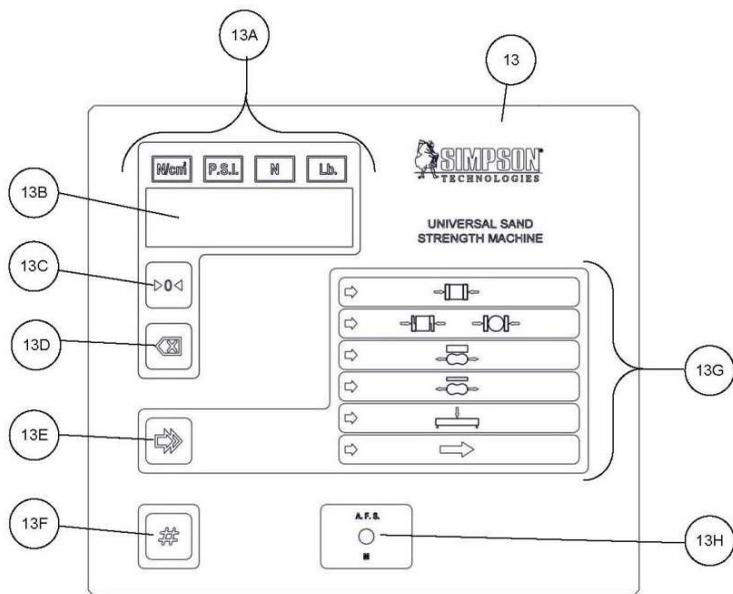

Рисунок 7.4: Электронная панель
6. Для перехода от одного реестра к другому нажмите на клавишу "ПУСК" (Рисунок 7.4, Поз. 13F) и на цифровом дисплее отразиться следующий реестр с соответствующим содержанием.
7. Если значение содержания реестра неверно, его следует скорректировать. Для этого нажмите на кнопку обнуления экрана (Рисунок 7.4, Поз. 13D) для увеличения показателя значения или на кнопку выбора теста "Выбор теста" для его уменьшения (Рисунок 7.4, Поз. 13E). После реестра 9 номер 255 отразится на экране. Нажмите кнопку "ПУСК", чтобы вернуться к приветственному экрану "HELLO".
8. Функция "rESET" переводит прибор к параметрам, предустановленным на заводе-изготовителе. Для сброса до предустановленных параметров, нажмите кнопку "ПУСК" (Рисунок 7.4, Поз. 13F), когда надпись "rESET" появится на дисплее. После нажатия на кнопку ПУСК ("rESET") все цифры на экране начнут мигать, показывая, что команда выполняется. Вскоре после этого опять появится приветственный экран с сообщением "HELLO". Если любой из ключей будет нажат 4 раза в то время, как это сообщение отражено на экране, на экране последовательно появятся три калибровочных режима. В этот момент все параметры будут сброшены до предустановленных заводских настроек.